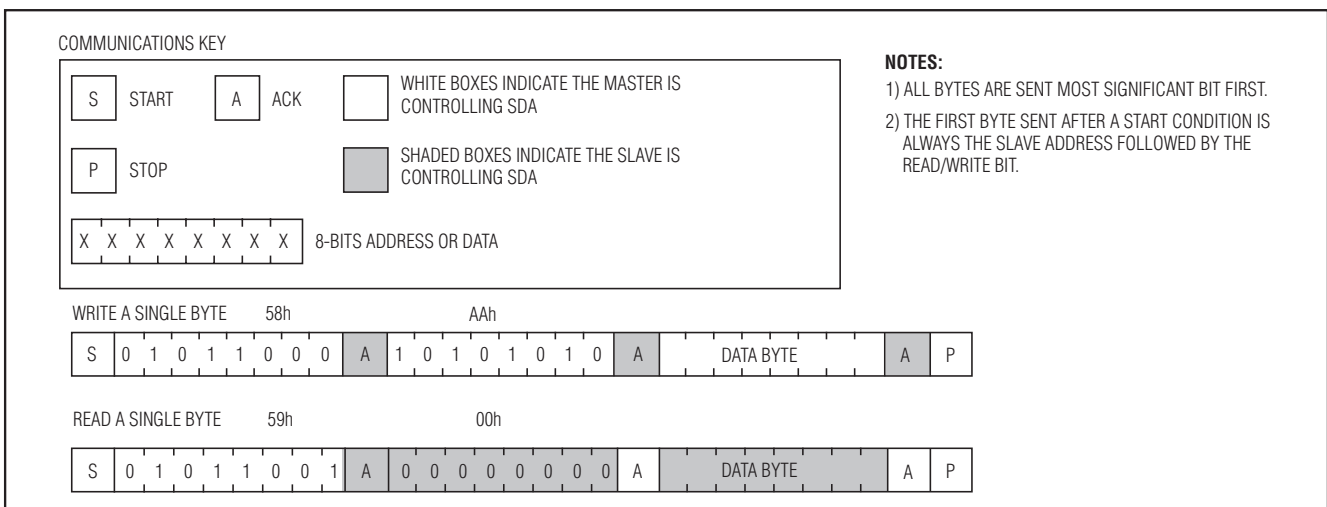

図2. 2線式通信の例
DS4302は、2線式(SMBus対応)のデジタルインタフェースを介して通信し、58hの2線式アドレスを備えています。書き込みおよび読取り動作を使用して、DACおよび出力設定値へのアクセスが行われます。各動作は、2線式START条件で始まり、3バイトで構成され、2線式STOP条件で終了します(図2参照)。書き込み動作を使用すると、2線式マスタは5ビットのDACを設定してVOUTの電圧を調整し、3つの出力端子P0、P1、およびP2のレベルを設定することができます。読取り動作は、プログラムされた設定値の呼出しに使用されます。
**スレーブへの書込み：**マスタは、START条件の生成、スレーブアドレスの書込み(R/W = 0)、メモリアドレスの書込み、データバイトの書込み、STOP条件の生成を行う必要があります。マスタはすべてのバイトの書込み動作中にスレーブの確認応答を読み取る必要があります。書込みコマンドの例については、図2を参照してください。
**スレーブからの読取り：**スレーブからの読取りのために、マスタはSTART条件の生成、R/W = 1によるスレーブアドレスの書込み、スレーブからのACKの受信、スレーブからの00hのメモリアドレスの読取り、スレーブへのACKの送信、データバイトの読取り、転送の終了を示すACKの送信、およびSTOP条件の生成を行います。読取りコマンドの例については、図2を参照してください。